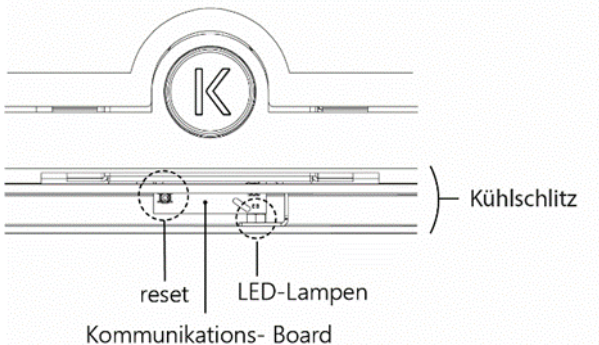

Abbildung 4: Draufsicht: Kühl Schlitz mit Reset Tasten und LED-Lampen
1. Die grüne LED-Leuchte auf dem Kommunikations Board (Abbildung 4) blinkt. Die Fernbedienung ist nicht mit der Gasfeuerstelle gekoppelt.